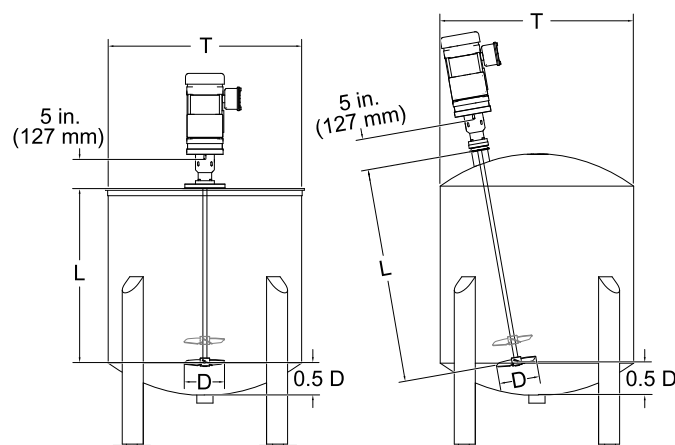

Figure 1 Het meten van de aslengte
\*De aanbevolen rotordiameter wordt over het algemeen bepaald door de binnenafmeting van de tank, vat of kuip (T in Afbeelding 1) te nemen en deze te vermenigvuldigen met 0,35.
1. Bepaal de afstand van de onderkant van de tank tot de helft van de rotordiameter (d.w.z. 2 inch, 4 inch of 6 inch) (Zie 0.5 D in Afbeelding 1).
2. Meet vanaf dat punt tot aan het montageoppervlak van het deksel (L).
3. Tel de in stap 2 (L) gemeten lengte op bij de lengte van de lagerbehuizing (127 mm of 5 inch).